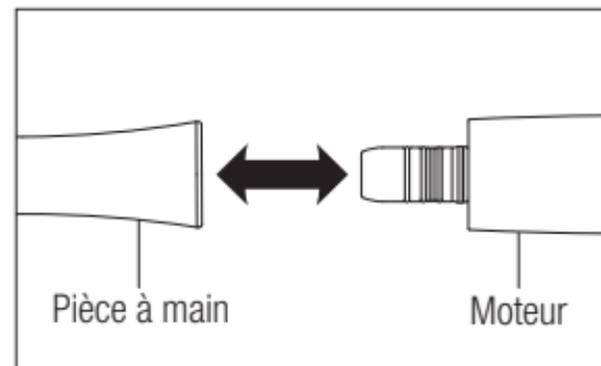

Fig. 1
- 1) Insérer la pièce à main dans la prise du moteur (Fig. 1).